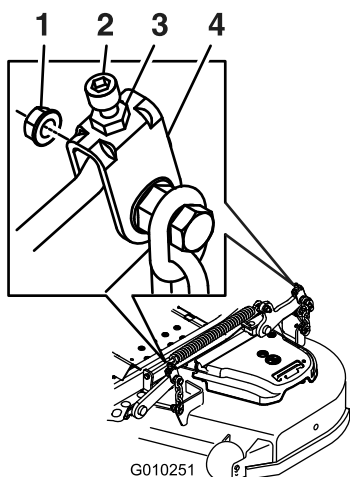

Figure 96
11. Pour les tabliers de coupe montrés à la Figure 96, ajustez précisément le serrage de l'écrou de réglage sur l'ensemble de relevage du tablier avant (Figure 96).